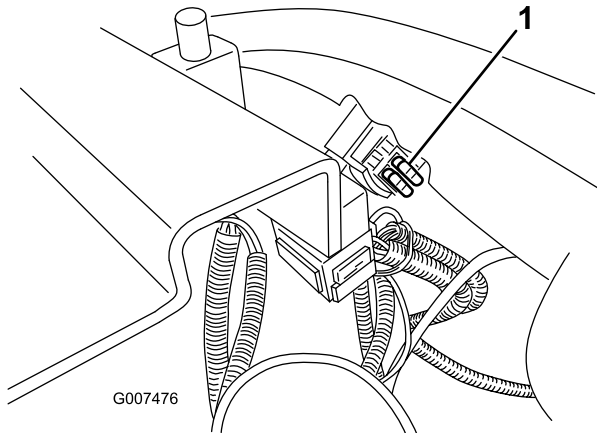

Bild 31
1. Ziehen Sie die Sicherung aus der Fassung heraus (Bild 31).